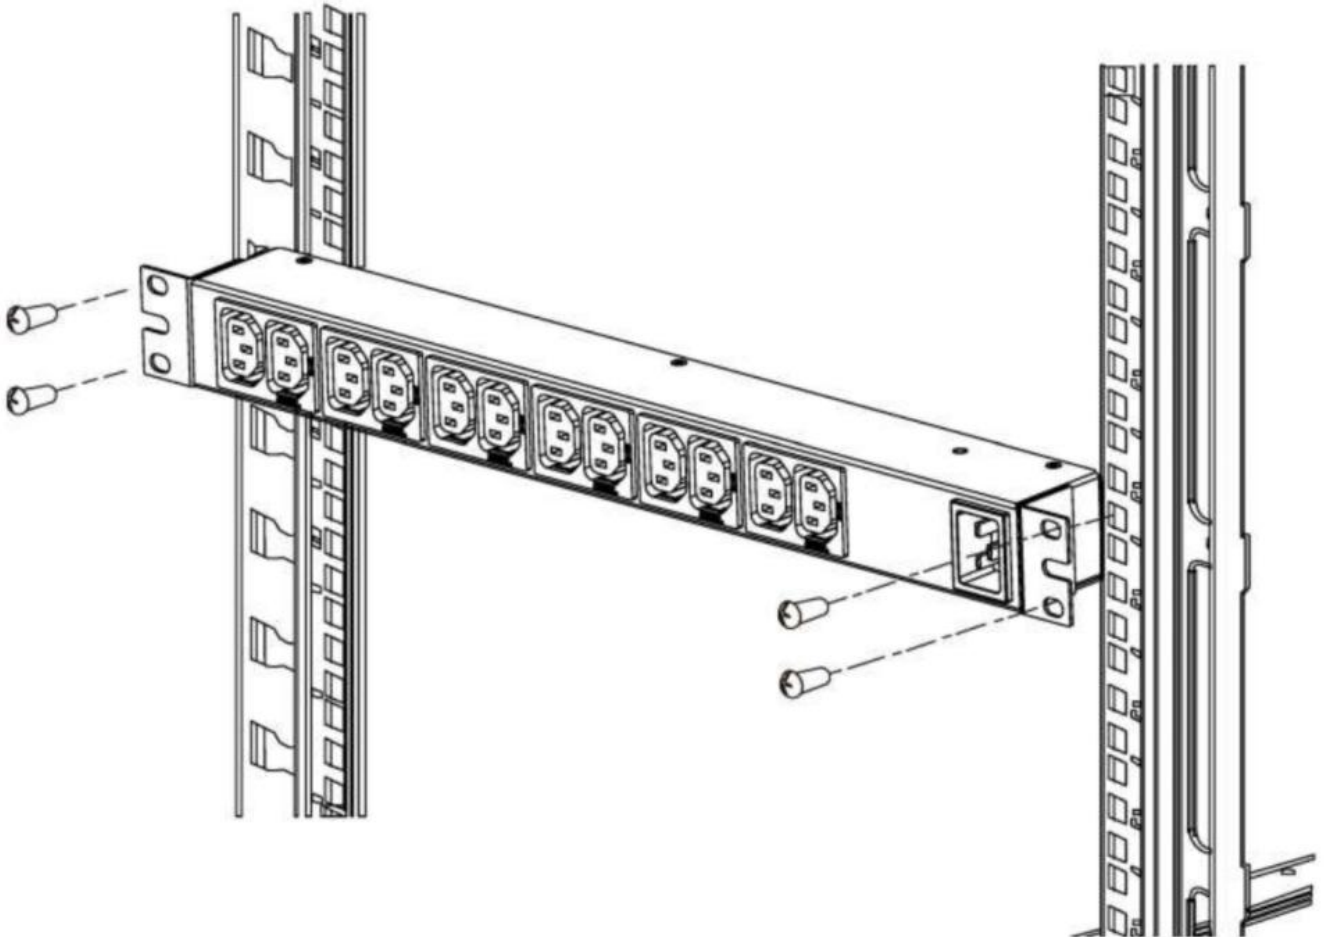

РИСУНОК 3 – ГОРИЗОНТАЛЬНАЯ УСТАНОВКА
- 2) Установите блок розеток и закрепите с помощью четырех крепежных винтов (рис. 3).